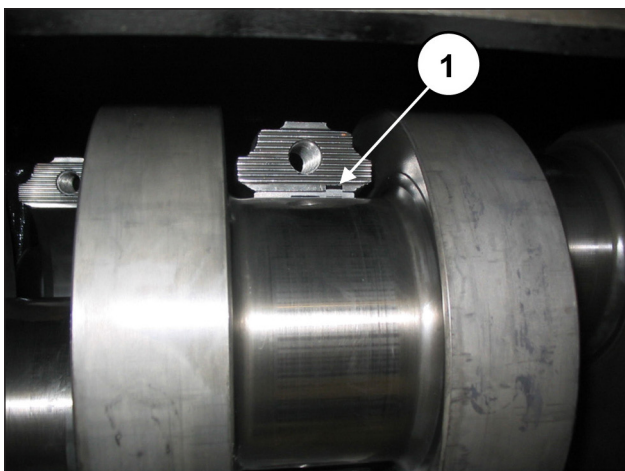

Fig. 57
Para montar correctamente los cojinetes, la lengüeta de referencia de los semicojinetes debe encajar en el alojamiento de la semibiela (pos. ①, Fig. 57).